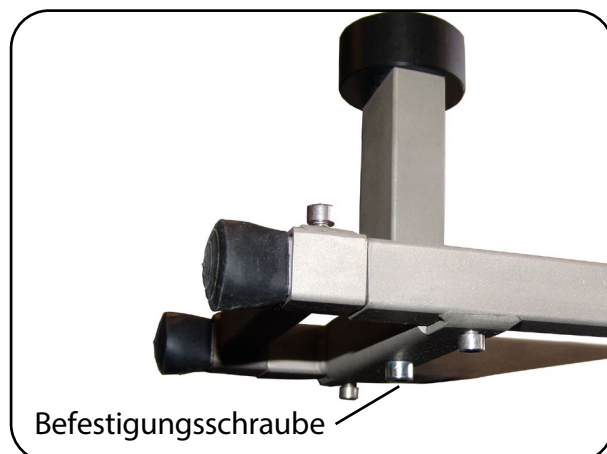

Abb. 6.4.02 – Befestigung an der Druckstückaufnahme
- Befestigen Sie die Wannenauflagenerhöhung mit der mitgelieferten Befestigungsschraube M8 an der Druckstückaufnahme (Abb. 6.4.02).